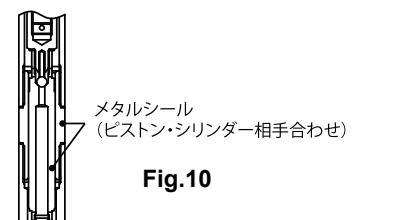

Fig. 10
- 9) 各部品を洗浄・点検し、キズや摩耗などがあれば新品と交換してください。特に、ピストン、プランジャーロッドはメタルシール機構のため、キズや遍摩耗などがあるとシール性が悪く、リークによる圧力低下や、吐出量が減少しますので交換する必要があります。ピストンとシリンダーは相手合わせの一対となっているため、セットで交換してください。(Fig.10)